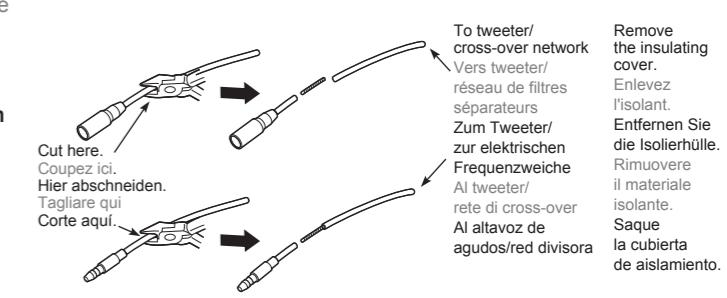

Figure 6 / Figure 6 / Abbildung 6 / figura 6 / Figura 6
3. Cut the tweeter lead wire and the bullet terminal of the tweeter lead wire coming from the cross-over network, and then remove the insulating cover. (Figure 6)
3. Coupez le cordon du tweeter et la cosse cylindrique du cordon de tweeter venant du réseau de filtres séparateurs, puis enlevez l'isolant. (Figure 6)
3. Schneiden Sie den Tweeter-Leitungsdrat und die Kugelbuchse des Tweeter-Leitungsdräts von der elektrischen Frequenzeiche ab, und entfernen Sie dann die Isolierhülle. (Abbildung 6)
When connecting the speaker lead wire, check the terminal indications (WOOFER and TWEETER) on the label on the bottom of the speaker and on the network terminals. Refer to Figure 6 for how to arrange the wires.
Lors du raccordement des cordons de haut-parleurs, contrôlez les indications de bornes (WOOFER et TWEETER) se trouvant sur l'étiquette située à la base du haut-parleur et sur les bornes du réseau de filtres. Pour la disposition des cordons, reportez-vous à la Figure 6.
Überprüfen Sie beim Anschließen des Lautsprecherleitungsdrahts die Klemmenanzeigen (MITTELTONER und TWEETER) auf dem Aufkleber, der sich auf der Bodenseite des Lautsprechers und den Netzklemmen befindet. Siehe Abbildung 6 für Hinweise, wie die Drähte anzordnen sind.